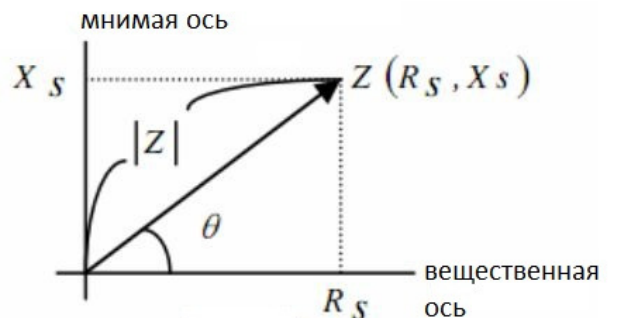

Рисунок 1
3.2. Описание параметров импеданса (см. Рисунок 1)